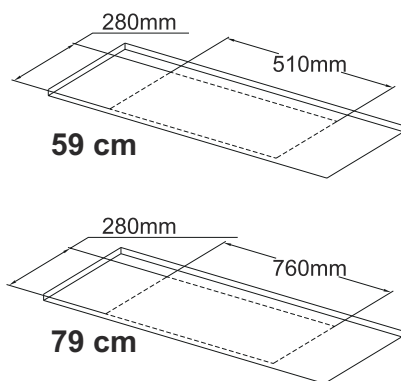

Fig. 9
- Vær opmærksom på hulmålene Følg anvisningerne: (Fig. 9).